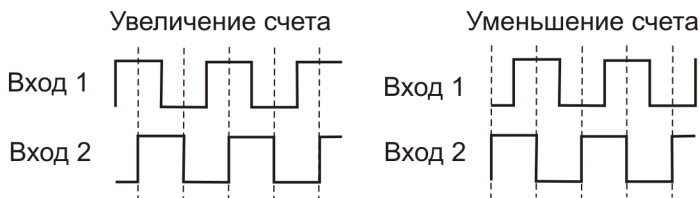

Рис. 1.1 Реверсивный счёт по двум датчикам
- автоматический реверсивный счёт по двум датчикам (двухфазный счёт). При условии, что на оба входа поступают импульсы, сдвинутые во времени друг относительно друга на 50% длительности и имеющие зону перекрытия, прибор автоматически определяет направление счёта (см. рис.1.1).